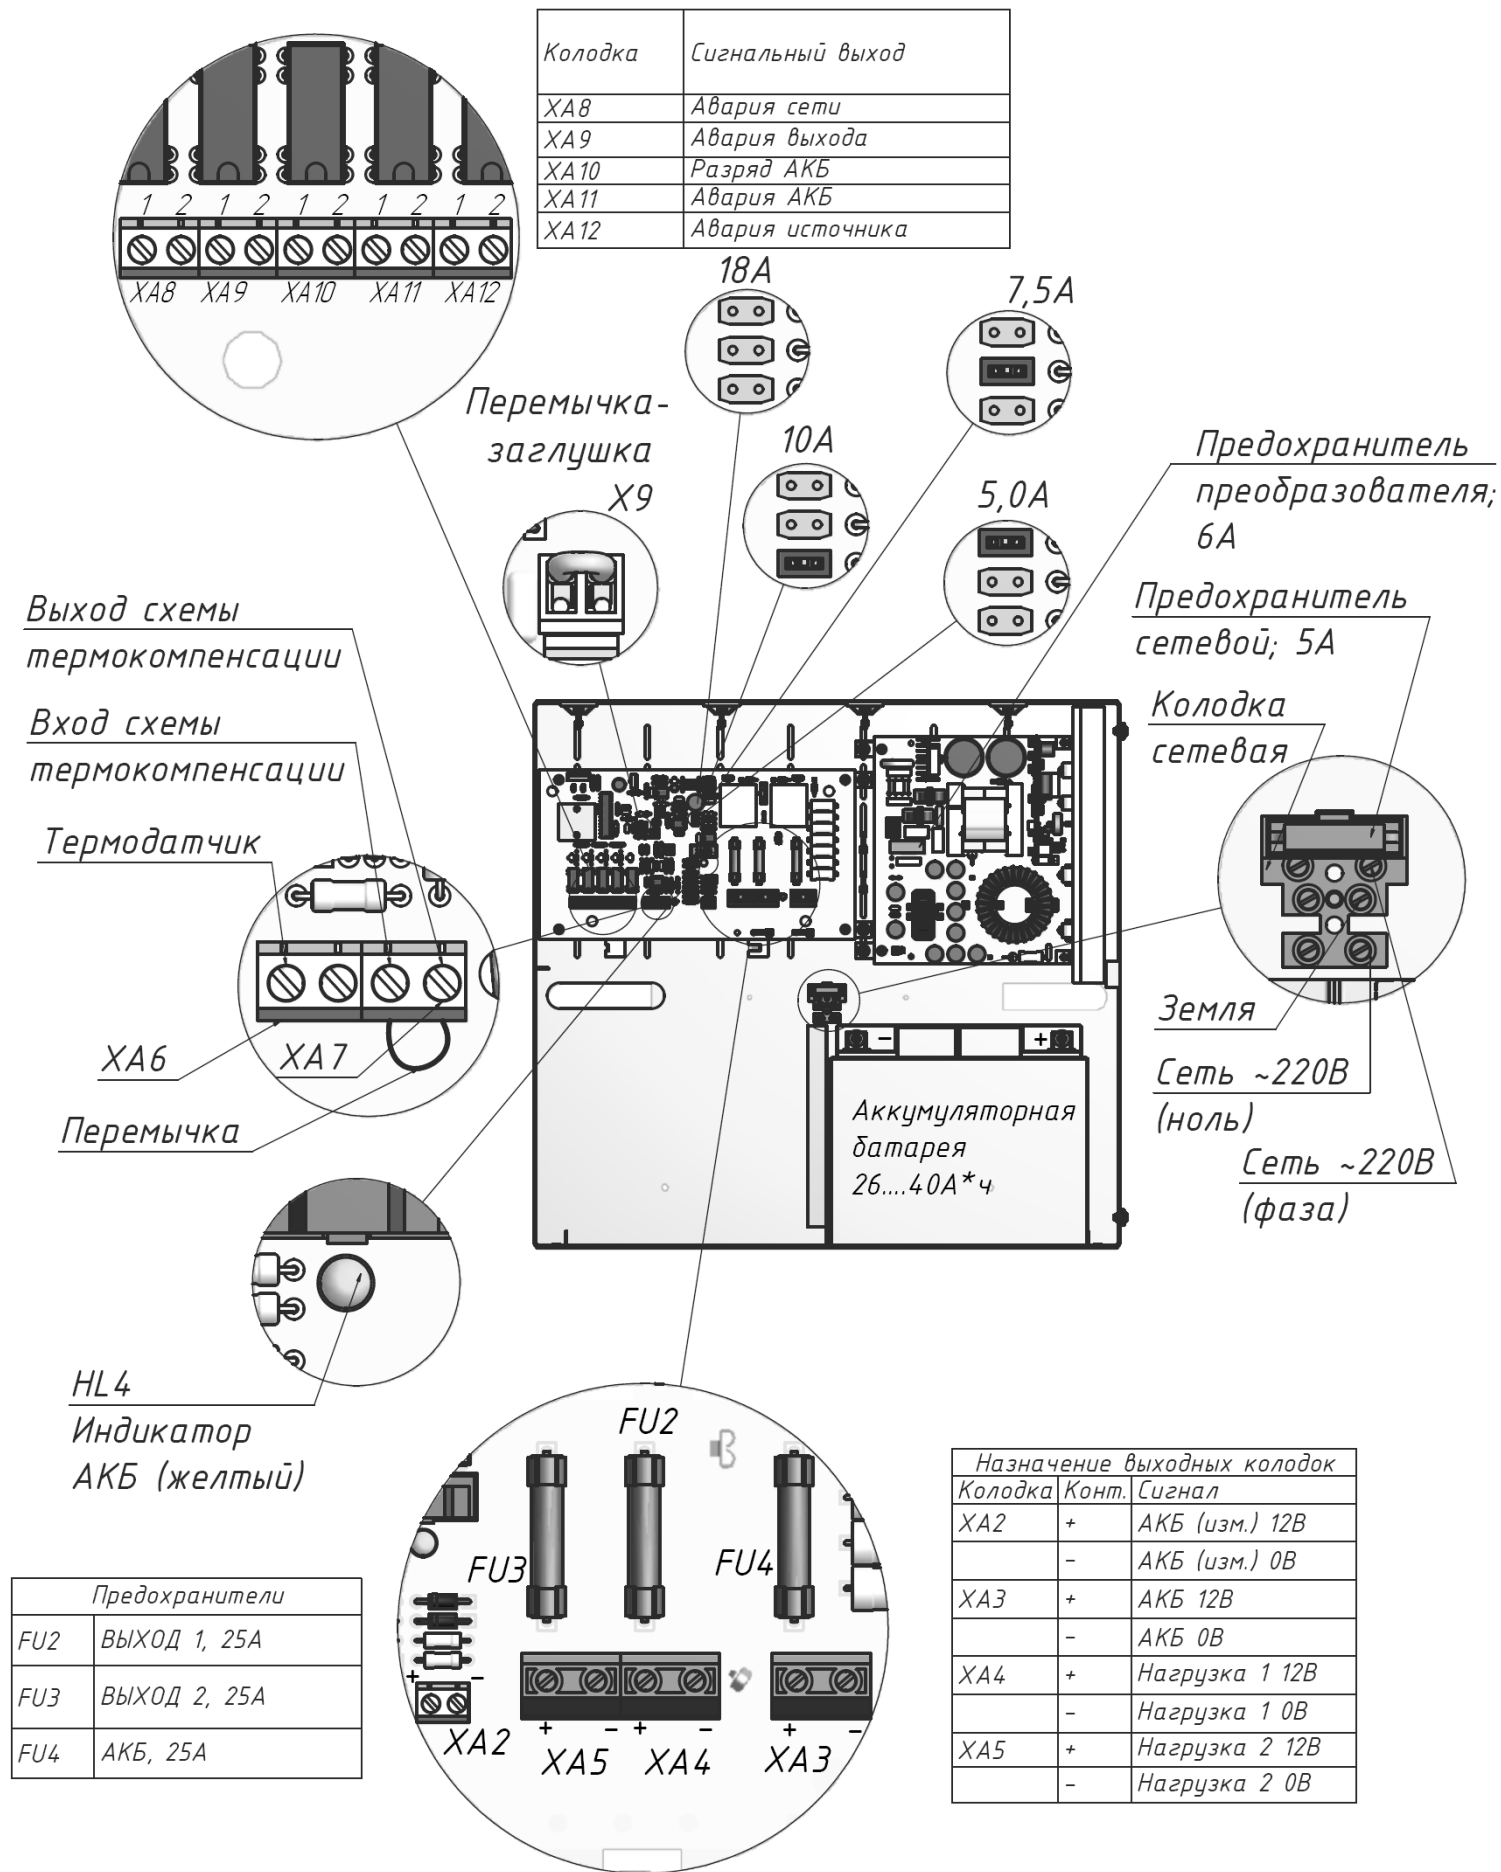

Рисунок 1 Общий вид источника с открытой крышкой
- выдачу информационных диагностических сообщений (подключение внешних цепей индикации) и (или) управление внешними устройствами автоматики замыкающими контактами пяти реле сигнальных выходов (см. рисунок 1 и таблицу 3);
Схемой источника предусмотрен разъем Х9, расположенный на плате управления (см. рисунок 1) и предназначенный для подключения внешнего управляющего контакта «ВЫХОД» (контакт внешнего реле, кнопки или тумблера). Контакты разъема Х9 замкнуты предустановленной переключкой-заглушкой (заводская установка).
Источник обеспечивает ограничение тока заряда АКБ. Выбор одного из четырех значений ограничения тока заряда АКБ осуществляется установкой/удалением соответствующей перемычки типа «джампер» (см. рисунок 1) в соответствии с рекомендациями таблицы 2.